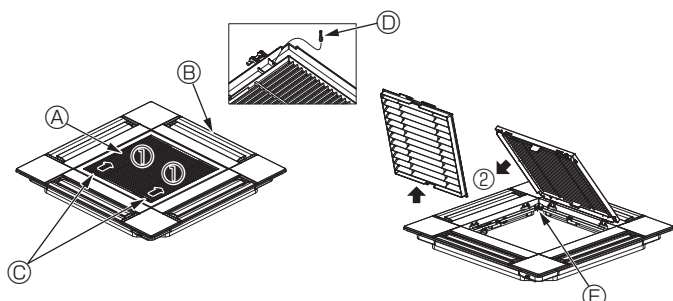

Fig. 10-3
10.3.1. Extracción de la rejilla de admisión (Fig. 10-3)
- Deslice las palancas en la dirección indicada con la flecha ① para abrir la rejilla de admisión.
- Con la rejilla de admisión en posición "abierta", retire la bisagra de la rejilla de admisión de la rejilla tal y como se indica con la flecha ②.